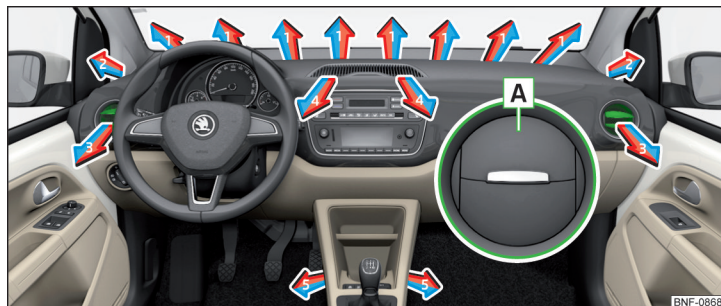

Fig. 91 Difusores de aire
En los difusores de aire **3** » fig. 91 se puede modificar el sentido de la corriente de aire, y los difusores se pueden también abrir y cerrar individualmente.
- › Para **abrir**, presionar sobre el borde externo de la lámina en la zona **A** drücken » fig. 91.
Ajustar la dirección de salida de aire	Difusores de salida de aire » fig. 91